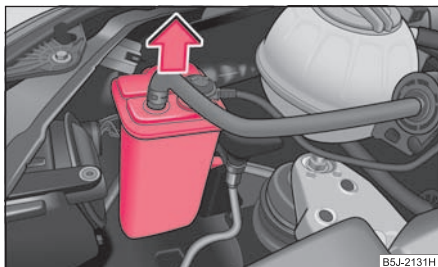

Abb. 212 Aktivkohlebehälter herausnehmen
- Nehmen Sie bei einem Fahrzeug mit Benzinmotor vor dem Lampenwechsel im rechten vorderen Scheinwerfer den Aktivkohlebehälter heraus ⇒ Abb. 212.